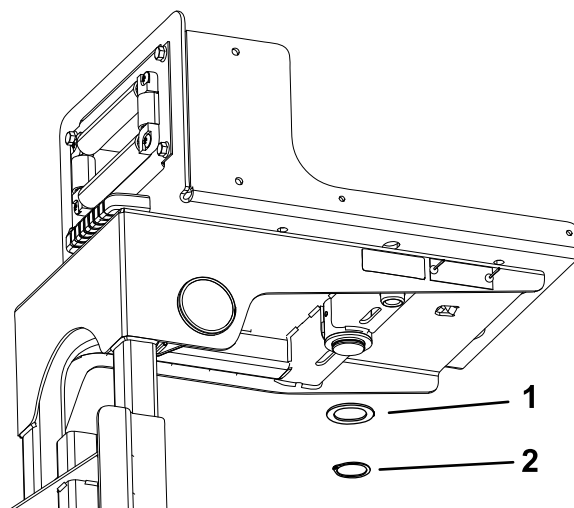

Figura 20
2. În partea inferioară a cadrului tamburului pentru furtun, fixai aiba de presiune i inelul de fixare la tija de pe placa pivotantă (Figura 20).